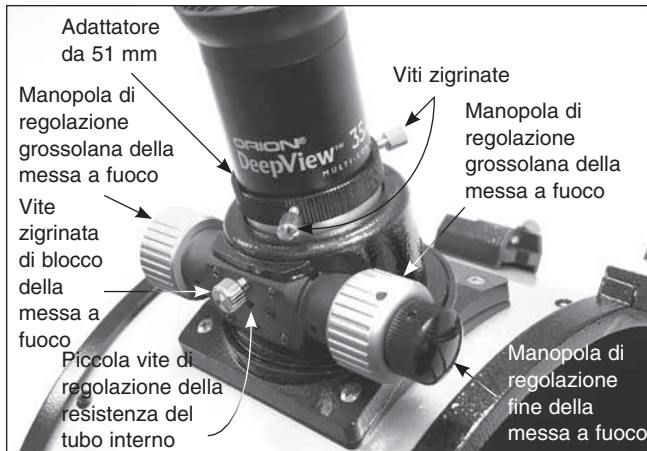

Figura 33. Oculare DeepView da 51 mm installato nell'adattatore da 51 mm del focheggiatore.
3. L'ultima fase di montaggio è l'inserimento di un oculare nel focheggiatore del telescopio. Rimuovere innanzitutto il tappo dal tubo interno del focheggiatore. Per usare l'oculare DeepView da 51 mm, allentare le due viti zigrinate sull'adattatore da 51 mm (in fondo al tubo interno del focheggiatore) e rimuovere l'adattatore da 32 mm. Inserire l'oculare da 51 mm direttamente nell'adattatore da 51 mm e fissarlo con le due viti zigrinate allentate in precedenza (**Figura 33**). L'altro oculare e l'adattatore da 32 mm possono essere riposti per il momento nel portaoculari.
Il telescopio XX14i viene fornito di serie con un foceggiatore Crayford da 51 mm a due velocità (**Figura 33**). Il grande formato da 51 mm consente di usare oculari da 32 mm e 51 mm e il design Crayford impedisce lo spostamento delle immagini durante la messa a fuoco. Il foceggiatore è dotato di manopole di regolazione grossolana e fine (11:1) della messa a fuoco.
Usare la vite zigrinata nella parte inferiore del corpo del foceggiatore (**Figura 33**) per bloccare il tubo interno del foceggiatore in posizione una volta messo a fuoco il telescopio. Ricordarsi di allentare questa vite zigrinata prima di procedere alla messa a fuoco.
Se durante la messa a fuoco la resistenza del tubo interno è troppo alta (cioè la manopola di messa a fuoco è difficile da girare) o troppo bassa (cioè il tubo interno si muove da solo sotto il peso dell'oculare), è possibile regolarla stringendo o allentando la vite di regolazione della resistenza del tubo interno sul foceggiatore, situata appena sotto la vite di blocco della messa a fuoco (**Figura 33**). Regolare questa vite con la chiave esagonale da 2,5 mm in dotazione. Non allentare troppo questa vite perché deve esserci tensione sufficiente a mantenere il tubo interno fissato al foceggiatore. La vite sotto la vite di regolazione della resistenza del tubo interno non ha nessun effetto sulla resistenza del tubo interno e non deve essere regolata.